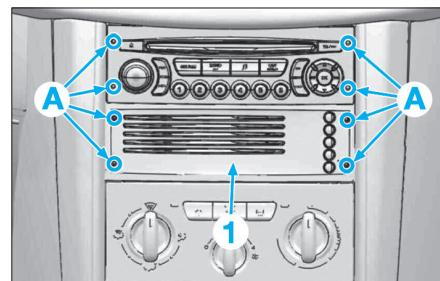

Fig. 4
- A l'aide d'un jeu de griffe, déposer l'autoradio (Fig.4).